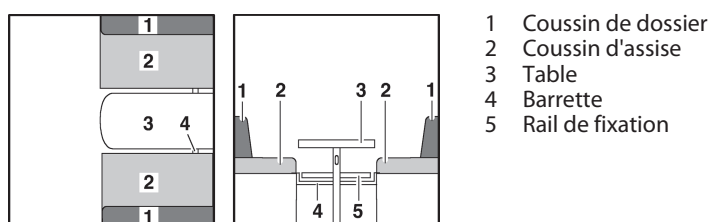

Fig. 137 Avant la transformation
- Convertir la table (Fig. 137,3) en sommier de lit (voir paragraphe 7.9).
- Insérer la barrette (Fig. 137,4) ou tirer vers l'intérieur suivant le modèle. La barrette est positionnée correctement si elle maintient le plateau de table environ 15 - 20 cm derrière le pied de table.